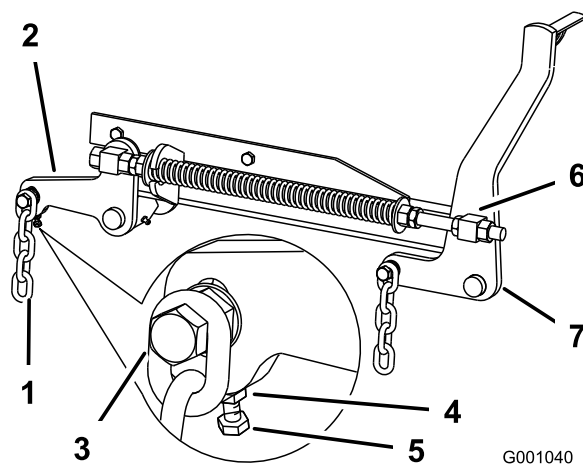

Figura 84
7. Si las medidas realizadas en las posiciones **B** o **C** no son correctas, afloje el perno que fija la cadena trasera al brazo de soporte trasero (Figura 84).
8. Afloje la contratuerca situada debajo del brazo de soporte trasero y ajuste el perno de ajuste hasta obtener una medida de 80 a 83 mm (Figura 84).
7. Afloje las contratuercas de pivote delantero, en la parte delantera de los pivotes derecho e izquierdo, unos 13 mm (Figura 84).
8. Ajuste las tuercas de elevación en el lado izquierdo y derecho de la máquina hasta obtener una distancia de 6 a 10 mm menos en la parte delantera en **A** que en la parte trasera, en **B** (Figura 84).